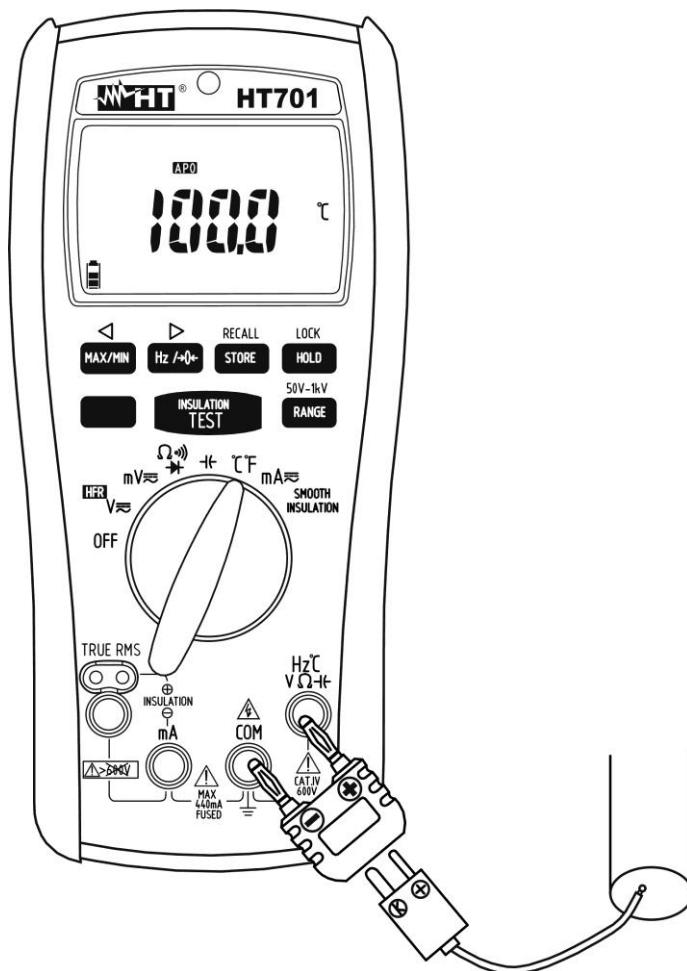

Abb. 9: Verwendung des Gerätes für Temperaturmessung mit K-Temperaturfühler
3. Verbinden Sie den mitgelieferten Adapter in die Eingangsbuchsen **Hz°C/VΩHz** und **COM** und dabei achten Sie auf die rote und schwarze Farbe (siehe Abb. 9)